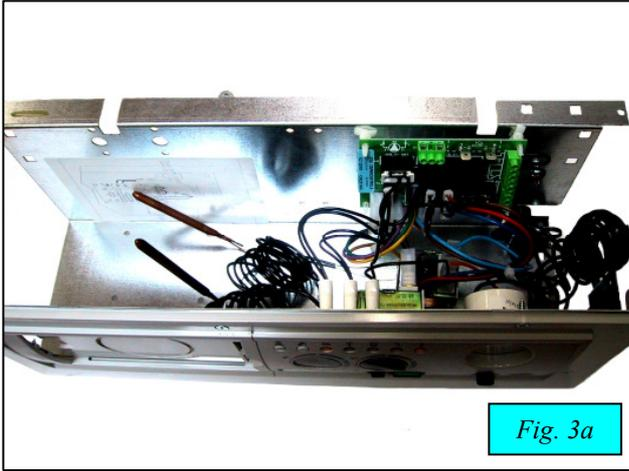

Fig. 3a
- Aprire il quadro elettrico della caldaia (fig. 3a) in questo modo: